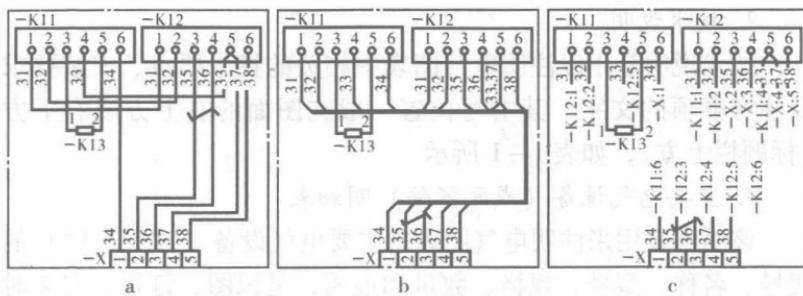

图 1-4 单元接线图举例
(2) 单元接线图：单元接线图是用来表示单元内部各项目的连接情况，如图 1-4 所示。